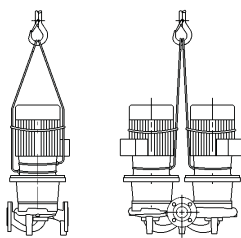

Fig. 5: Fastsättning av transportlinor
- Lyftöglorna på motorn är endast till för att rikta lasten (fig. 5).